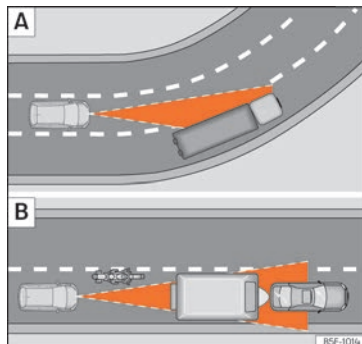

Abb. 105 [A] Fahrzeug in einer Kurve. [B] Vorausfahrender Motorradfahrer außerhalb des Erfassungsbereichs des Radarsensors.
Es ist möglich, dass die ACC das vorausfahrende Fahrzeug in der Kurve nicht erkennt oder die Entfernung zu Fahrzeugen einstellt, die sich auf anderen Fahrspuren befinden »» (Abb. 105)
- Versetzt fahrende Fahrzeuge oder Fahrzeuge, die außerhalb des Erkennungsbereichs des Sensors fahren, z. B. Motorräder »» (Abb. 105)